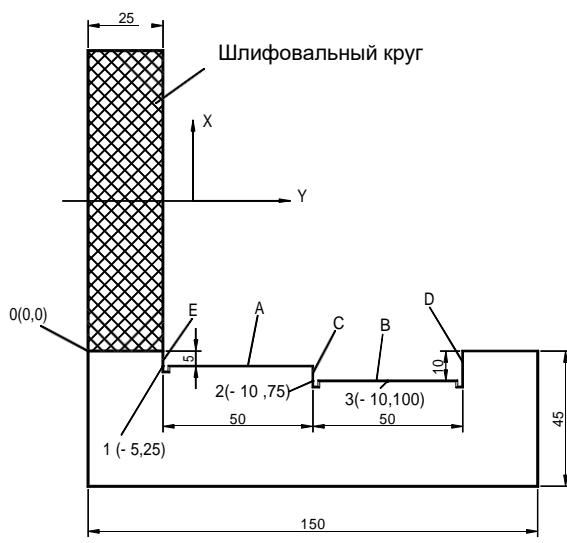

Рис. 1
1. Установите нулевое положение в абсолютном режиме (при включенной индикации ALE) на главной референтной точке заготовки, например, точка O на рис. 1. Установите вспомогательные нулевые положения в дополнительных исходных точках заготовки, например, точках 1, 2 и 3 на рис. 1. Можно ввести режим отображения каждого дополнительного нулевого положения (UCS), принимая дополнительные нулевые положения в качестве первоначальных точек, чтобы выполнить обработку, когда это потребуется.
В качестве примера на рис. 1: После включения станка переместите инструмент в центральную точку О, введите абсолютный режим отображения.
Установка всех вспомогательных нулевых положений заготовки, показанных на рис. 1, была завершена.
Почему ввод координат каждого вспомогательного положения осуществляется в противоположном направлении отображенного значения? Это объясняется следующим образом. В режиме вспомогательного нулевого положения (UCS), когда координаты вводятся в абсолютном режиме, данные на табло представляют собой исходное (нулевое) положение в соответствующей системе UCS. Это происходит потому, что вспомогательное исходное положение становится исходной точкой UCS при относительном режиме отображения. На рис. 1 показано, что точка О имеет координаты точки 1 (5, -25), точки 2 (10, -75) и точки 3 (10, -100). Если оператор вводит координаты вспомогательной исходной точки, отличные от исходного положения в абсолютном режиме, данные на табло представляют собой положение этой точки в соответствующей системе UCS.